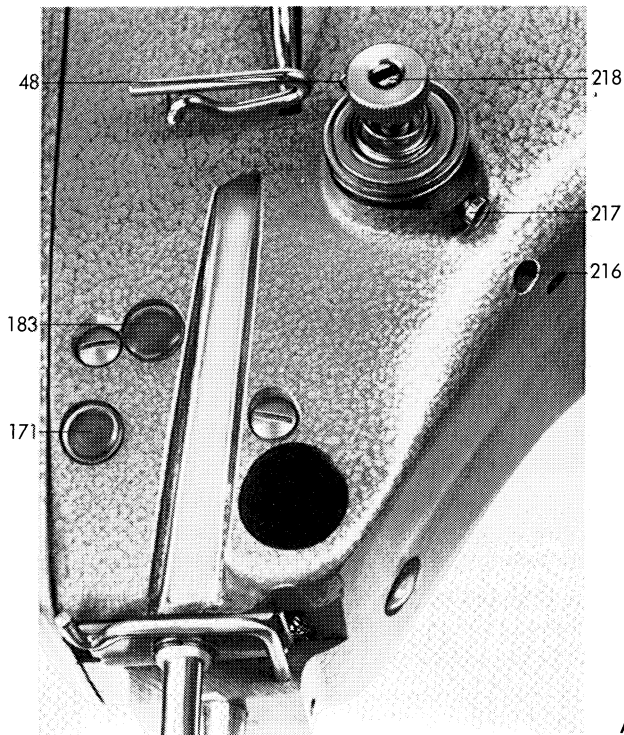

Abb. 27
2. Stopfen 171 (Abb. 27) herausnehmen;
5. den Stopfen 183 (Abb. 27) im Armkopf entfernen und durch die dann freiwerdende Bohrung die Nadelstangenbefestigungsschraube lösen;
Nach vorgenommener Einstellung können dann der Stopfen 183 (Abb. 27) im Armkopf, der Transporteur, die Stichplatte, der Stichplattenschieber und das Füßchen wieder angebaut werden.